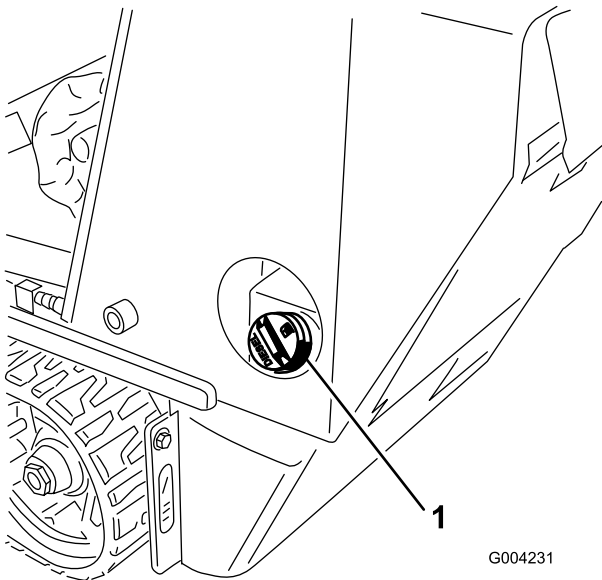

Figura 10
1. Retire el tapón del depósito de combustible (Figura 10).